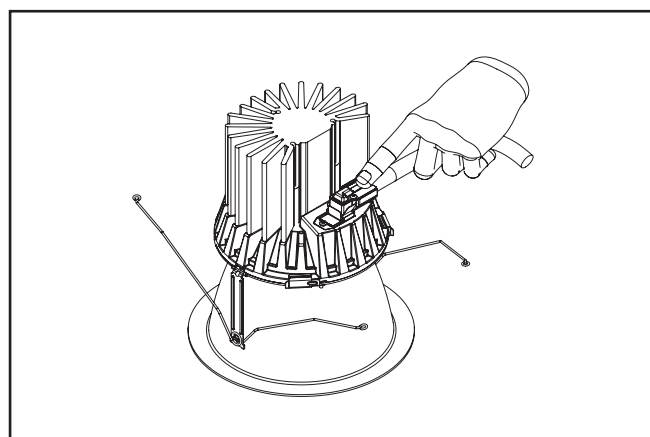

Figure 35
8. Assurez-vous que le connecteur est correctement enclenché. (Figure 35).